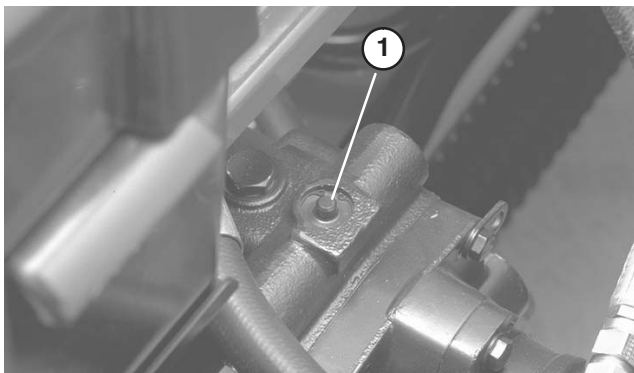

Figure 30
1. La vanne de dérivation se trouve en haut de la pompe à cylindrée variable (Fig. 30). Tournez la vanne à 90° dans un sens ou dans l'autre pour l'ouvrir et dériver l'huile à l'intérieur de la transmission. Il est alors possible de déplacer la machine lentement sans endommager la transmission.